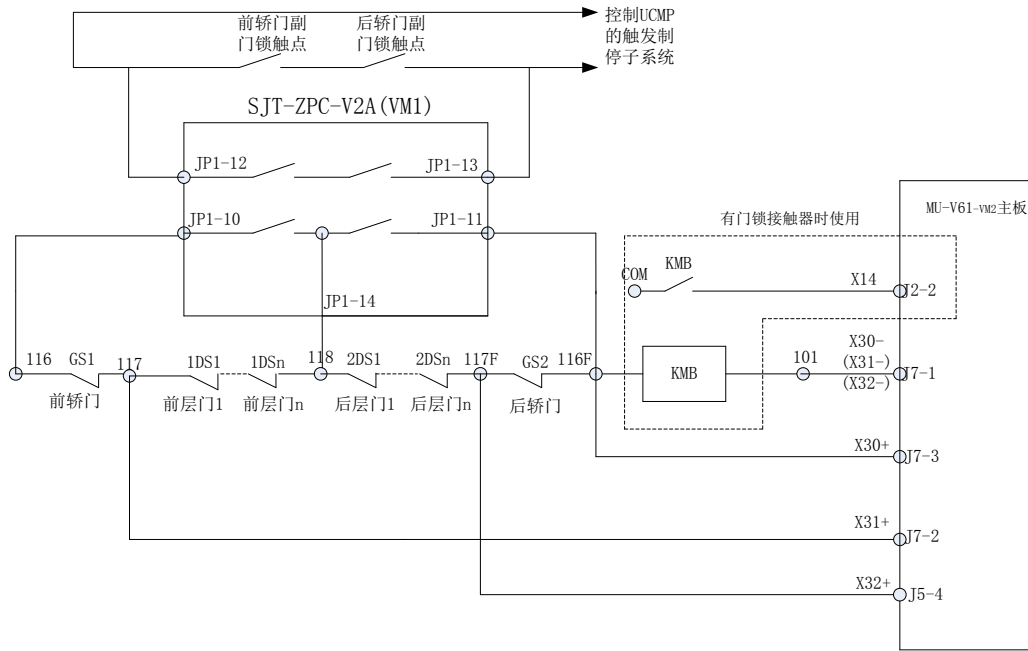

图 F12.3 双侧门（贯通）情况下，层门、轿厢门短接检测方案（适合异步曳引机并结合 UCMP 制停子系统适用）
- F4-06-04=0N：将使用 X32 输入检测贯通后门轿门和层门间的信号，检测是否封线，双门贯通，按图 F12.3 方式接线，符合新标准必须选用。
- 必须使用 SJT-ZPC-V2A(VM1) 型安全电路板，SJT-ZPC-V2A(VM1) 为新型号的安全电路板，兼容替换 SJT-ZPC-V2A 型使用，SJT-ZPC-V2A(VM1) 型安全电路板增加了 JP1-14 端子输出，可以如图 F12.3 所示，分两路输出分别封前门和后门。SJT-ZPC-V2A(VM1) 型安全电路板同样具备提前开门、再平层和轿厢意外移动检出子系统功能。SJT-ZPC-V2A(VM1) 型将替代 SJT-ZPC-V2A 型安全电路板。
- 为了符合新国标（或新检规），层门或轿门分别短接，可有效检出，并停止正常运行，如图 F12.3 所示，必须安装安全电路板（SJT-ZPC-V2A (VM1) 型），并且开启提前开门或再平层功能（F4-06-19 或 F4-06-20 必须设置为 ON）；